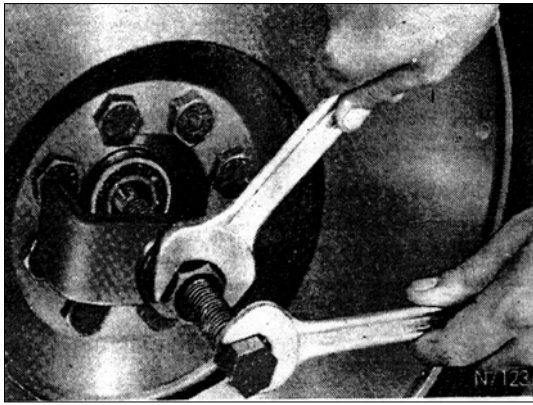

РИС. 43
6) Удалите центрирующий подшипник шейки коленчатого вала, используя съёмник 2576 5890 0208 (рис. 43).